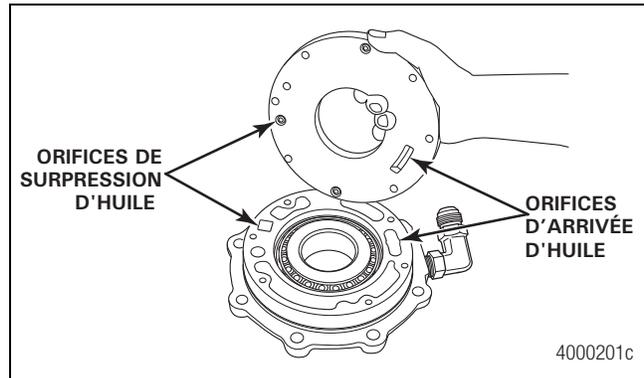
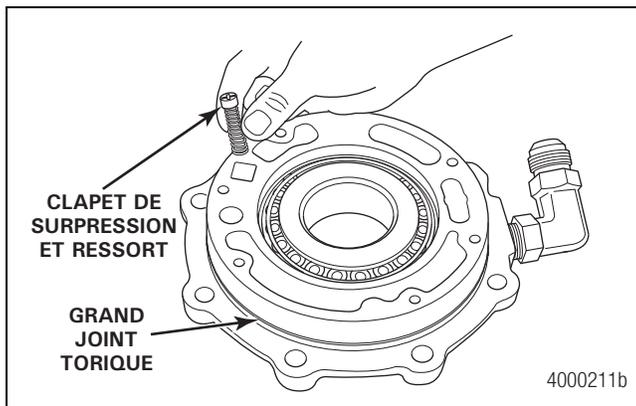

Figure 6.8
Figure 6.7
2. Poser le grand joint torique dans la rainure du périmètre du logement de roulement. Figure 6.7.
- A. Remplir de graisse l'orifice d'arrivée de la pompe à huile avant de l'assembler au logement de roulement d'arbre d'entrée. Figure 6.8.
- C. Installer le clapet de surpression et le ressort dans l'orifice de surpression du logement de roulement d'arbre d'entrée. Installer le ressort en orientant le plus gros diamètre vers le bas. Figure 6.7. Aligner les orifices d'arrivée d'huile de la pompe et du logement de roulement d'arbre d'entrée. Figure 6.8.